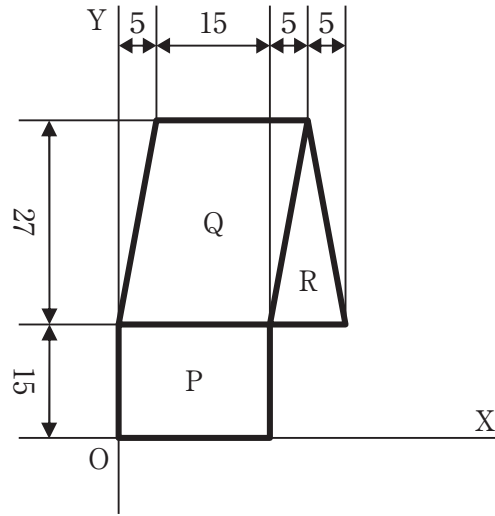

図2
(2) 長方形P、平行四辺形Q、二等辺三角形Rからなる図2のような平面図形について、次の各問の答えに最も近い数値を選べ。